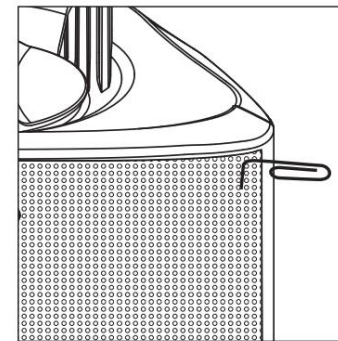

FIGURA 5: Îndepărtați grila folosind o agrafă de hârtie.
1. Separați componentele difuzorului: Scoateți suporturile și butoanele din suporturi. Scoateți grila trăgând-o cu grijă din cutie cu o agrafă de birou [figura 5].